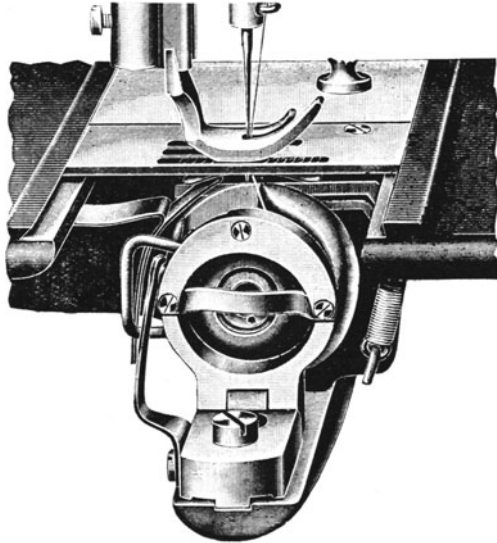

Abb. 22.
1. **Durch eine vor den Greifer zu schiebende Brille**, deren Ring umklappbar ist. Damit das Spulengehäuse nicht an der Bewegung des Greifers teilnehmen kann, greift es mit seinem Dorne in einen Ausschnitt der Brille ein (Ansicht des Greifers mit vorgelegter Spule und Brille Abb. 22).